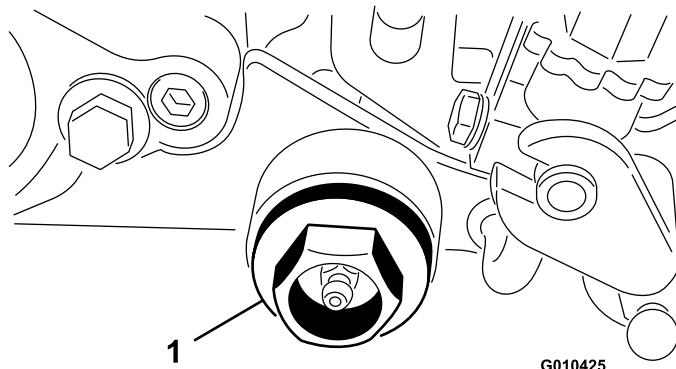

Figure 11
- Vissez le bouchon dans le carter du groomer (Figure 11).